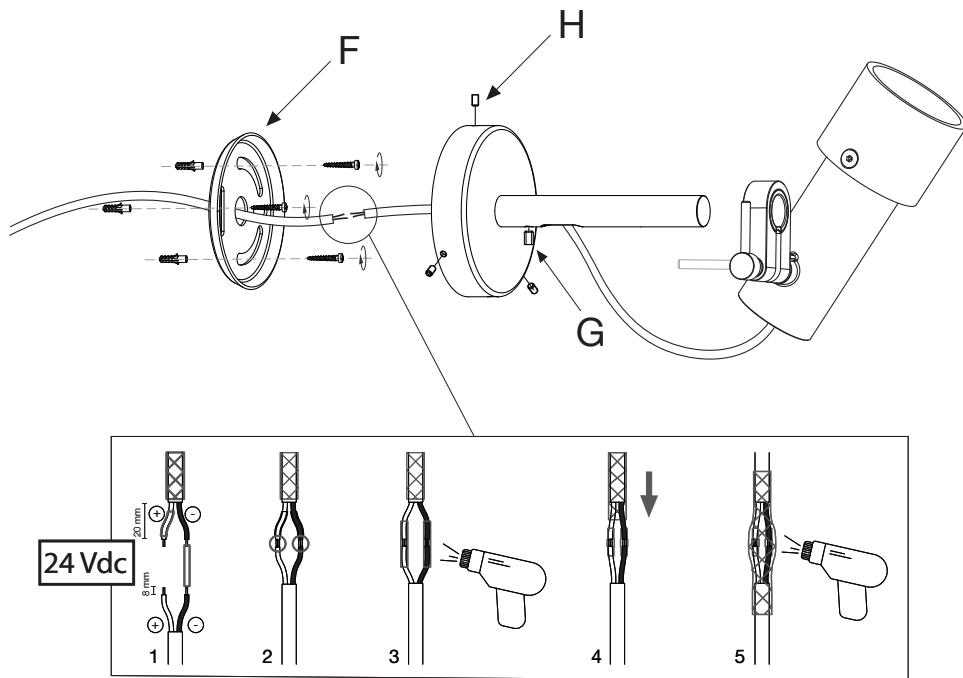

Fig. 5.4.
- 5.4. Make the electrical connections as shown in figure 5.4..
- 5.4. Effectuer les connexions électriques comme indiqué sur la figure 5.4..
- 5.4. die elektrischen Anschlüsse wie in Abbildung 5.4 dargestellt herstellen.